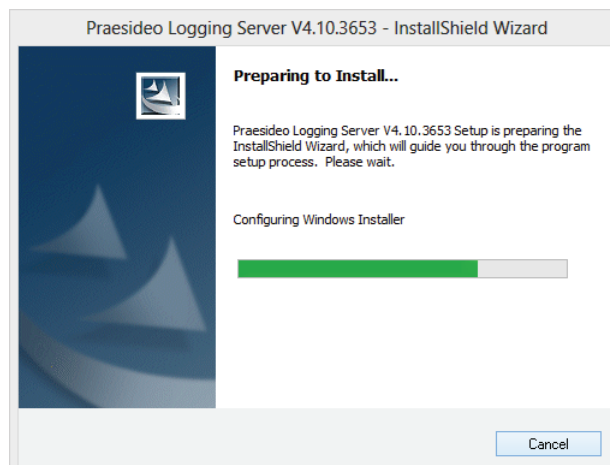

figura 58.1: Configuración de Logging Server
- 3 Haga clic en el botón *Open* para iniciar el programa de instalación de *Logging Server*. Se mostrará una pantalla similar a la indicada en figura 58.1.